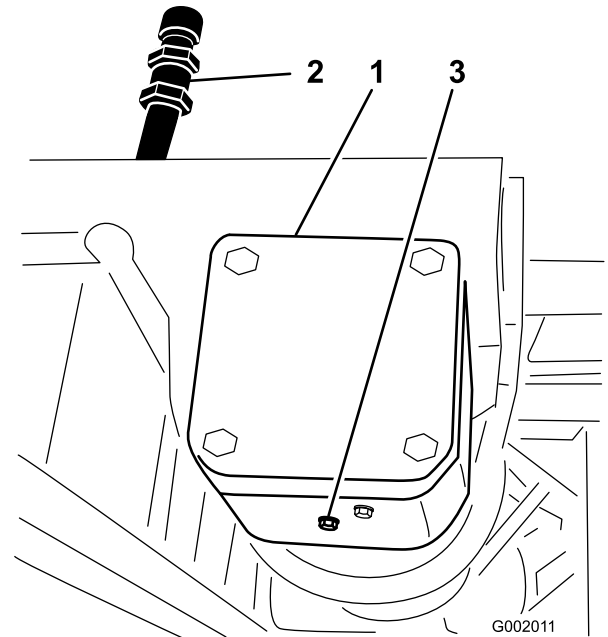

図 73
2. ドレン・プラグの下にオイルを受ける容器をおく(図 73)。
3. 補給口プラグとドレン・プラグを取り(図 73)、排出されるオイルを容器で回収する。